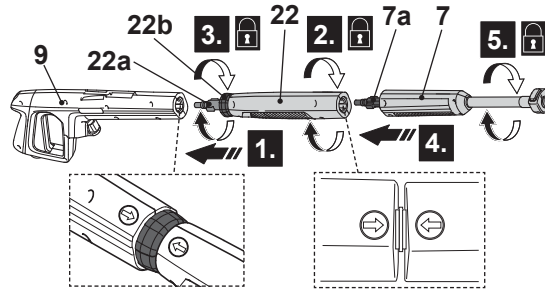

Fig. 11
1. Sempre instale a lança de extensão curta (22) ao usar a escova para pátio.
2. Alinhe e insira as línguas (22a) do short extensão da lança (22) nas ranhuras da porta de conexão da pistola pulverizadora (9). (Fig. 11, etapa 1).